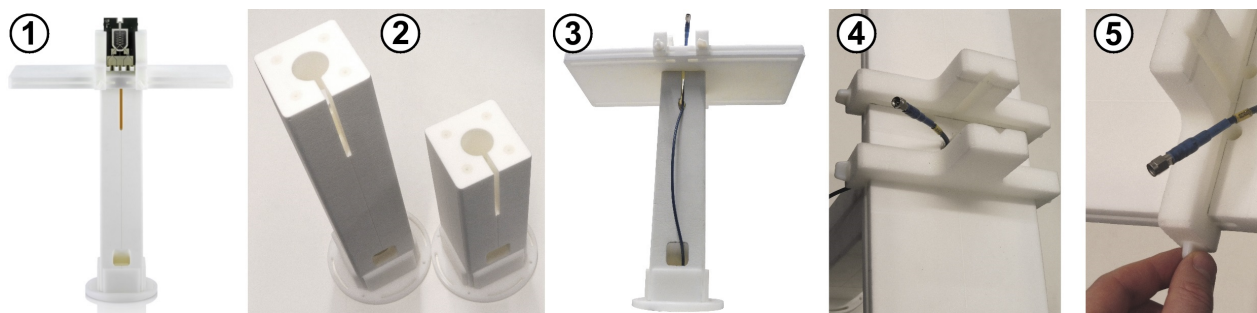

Bild 7-7: Rohacell-Messobjekthalterung mit Tischplatte und verstellbaren Klemmvorrichtungen
1. Lösen Sie die vier Polymerschrauben der einstellbaren Vorrichtungen (bezeichnet mit 4 in Bild 7-7).
4. Fixieren Sie die Vorrichtungen in ihrer Position, indem Sie die Schrauben handfest anziehen (5).